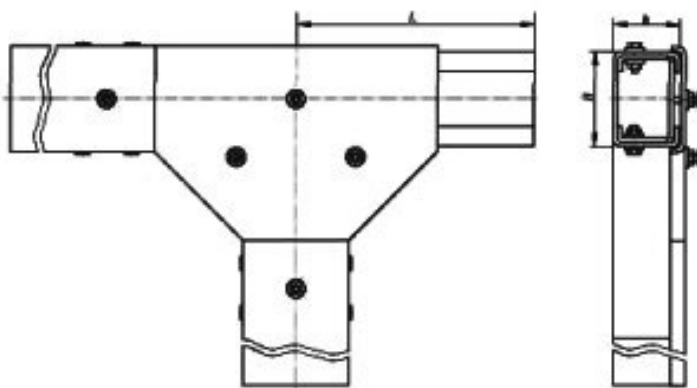

**Рис.3.5.5. Короб крестообразный**
**Короб крестообразный** (табл. 3.5.5, рис. 3.5.5) предназначен для разветвления на четыре направления.